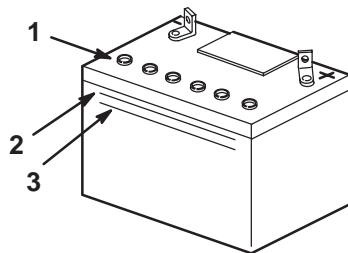

Figure 16
2. Observez le côté de la batterie. Le niveau de l'électrolyte doit atteindre le trait Supérieur (Fig. 16). Ne laissez pas l'électrolyte descendre en dessous du trait Inférieur (Fig. 16).
3. Enlevez les bouchons d'aération de la batterie (Fig. 16).
4. Versez de l'eau distillée avec précaution dans chaque élément jusqu'au repère Supérieur (Fig. 16) sur le côté de la batterie.
5. Attendez cinq à dix minutes après avoir rempli les éléments. Ajoutez de l'eau distillée au besoin, pour amener le niveau au repère Supérieur (Fig. 16) sur le côté de la batterie.